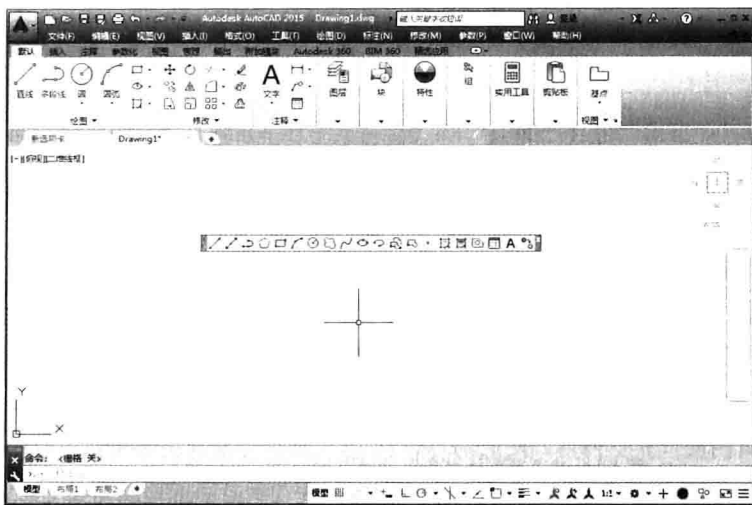

图 1-11 “浮动”工具栏
(2) 工具栏的“固定”、“浮动”与“打开”。工具栏可以在绘图区“浮动”显示（如图 1-11 所示），此时显示该工具栏标题，并可关闭该工具栏。可以拖动“浮动”工具栏到绘图区边界，使它变为“固定”工具栏，此时该工具栏标题隐藏。也可以把“固定”工具栏拖出，使它成为“浮动”工具栏。